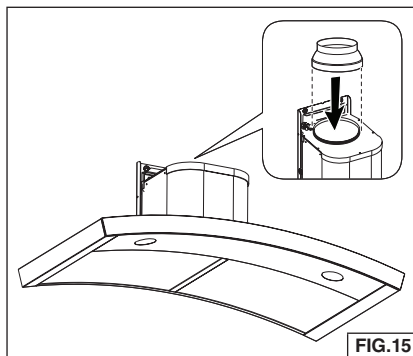

FIG.15
1. Jetez le collier/clapet de sortie fourni avec la hotte. Fig. 15.
2. Fixez l'adaptateur de 15,2 à 20,3 cm (de 6 à 8 po) sur la sortie du ventilateur et scellez les joints avec du ruban en aluminium pour conduits. Fig. 15.